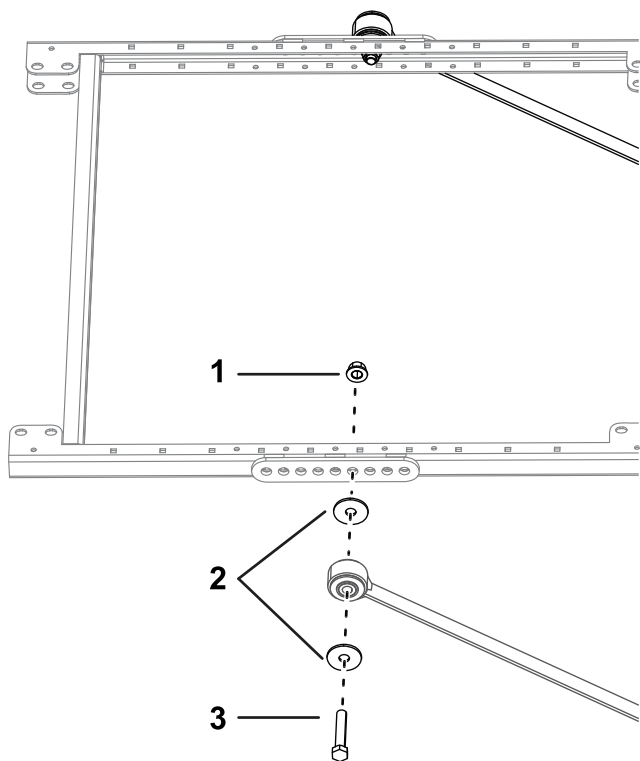

Рисунок 11
10. С каждой стороны рамы солнцезащитного навеса прикрепите, не затягивая, удлинительное звено к четвертому отверстию крепления подпорки с помощью 2 болтов ($\frac{1}{2}$ x $2\frac{3}{4}$ дюйма), 2 больших шайб и 2 фланцевых гаек ($\frac{1}{2}$ дюйма), как показано на Рисунок 11.